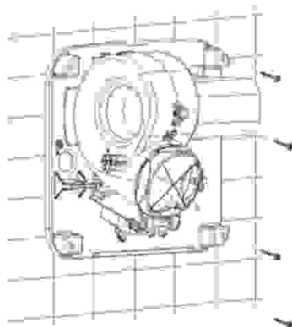

Fig.7
3. Wkręć cztery dostarczone śruby tak, by dobrze zamocować podstawę suszarki do ściany (patrz Rys. 7).